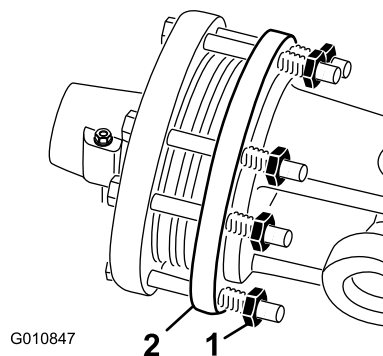

Figure 35
1. En fin de saison, dévissez chacun des écrous de l'embrayage de 2 tours (Figure 35).